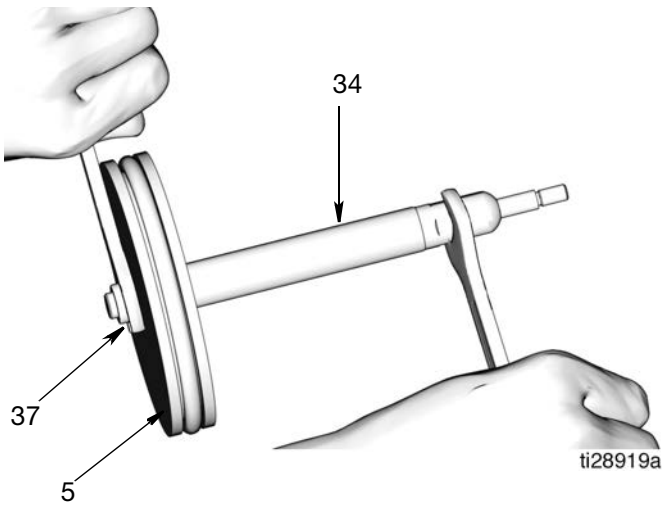

图 23
- b. 使用两个扳手，在相反方向上用力，分开活塞杆 (34) 和活塞 (5)。使用一个扳手固定活塞杆的平端，另一个扳手用于松开螺母 (37) (图 23)。